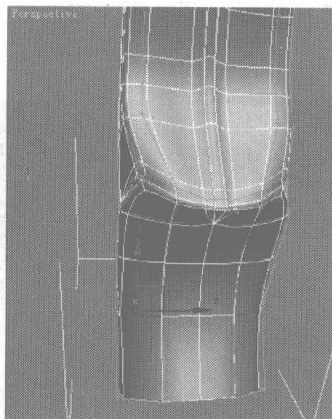
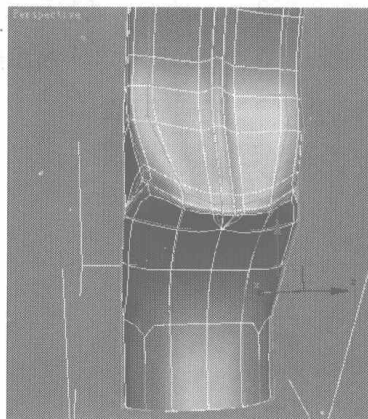
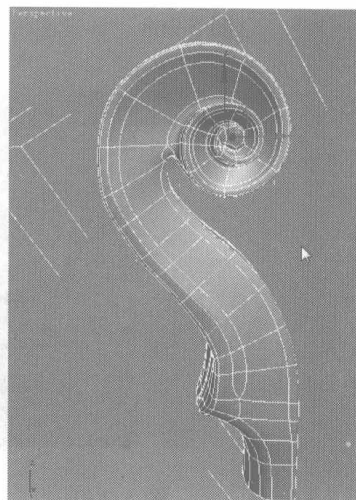

图 5.263
图 5.264
图 5.266
- 27** 选择如图 5.263 所示的曲线，单击 **Connect** 按钮，添加细分曲线，如图 5.264 所示。关闭细分，调整模型上的点到如图 5.265 所示的位置。打开细分，如图 5.266 所示，至此，琴头部分制作完成。